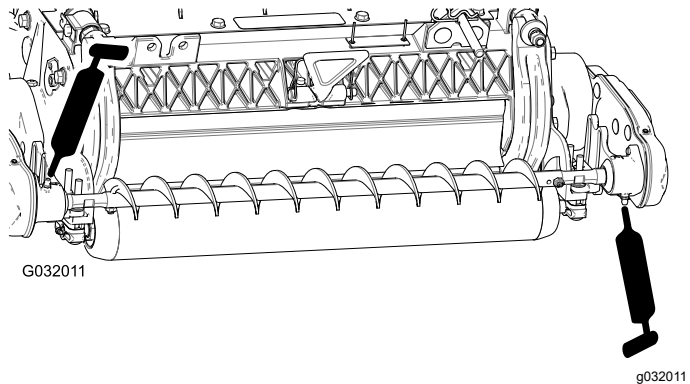

Figura 18
3. Lubrique los engrasadores de cada uno de los alojamientos de cojinete del cepillo del rodillo con grasa de litio N° 2 (Figura 18). Limpie cualquier exceso de grasa, sobre todo alrededor de los retenes.